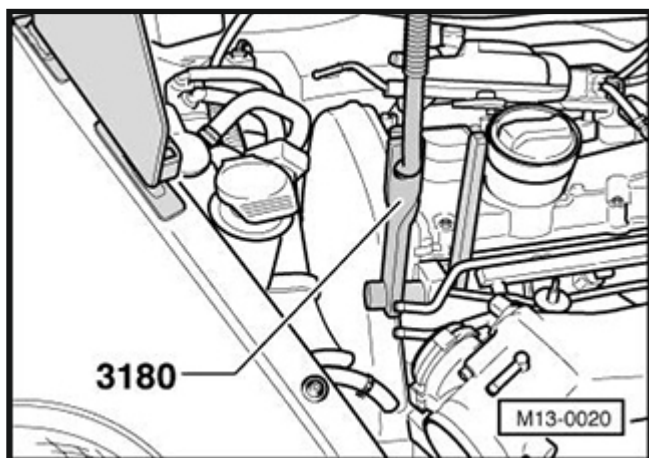
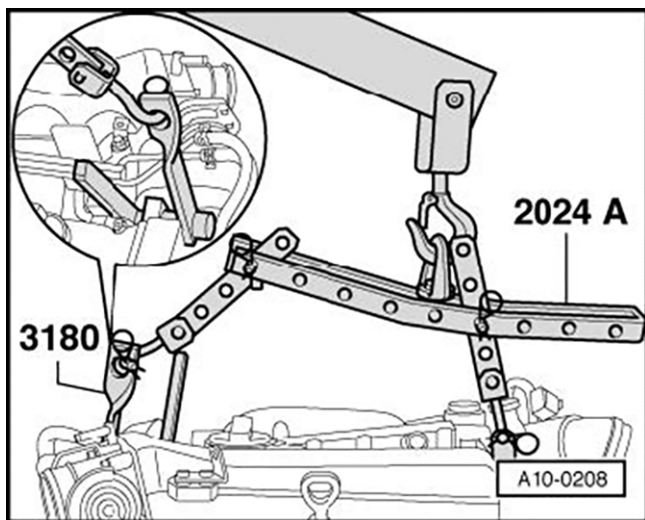

Fig. 2: L'esempio mostra la situazione quando si tiene sollevato il motore
Fig. 3: L'esempio mostra la situazione quando si trasporta il motore
3. Montare il dispositivo di fissaggio sul motore come descritto nei manuali d'officina (vedere Fig. 2 e Fig. 3).